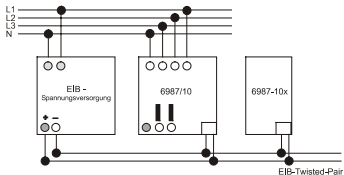
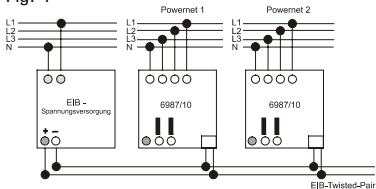

Fig. 1
Fig. 2
1. Alimentación de tensión de bus mediante alimentación EIB separada de corriente: ver Fig. 1 (acoplador de medios) o Fig. 2 (acoplador de bandas)